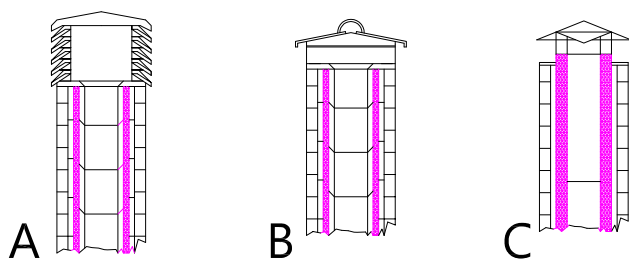

Figura 5
Il comignolo riveste una funzione importante per il buon funzionamento dell'apparecchio riscaldante: si consiglia un comignolo di tipo antivento (A) vedi **Figura 5**.
3. Canna fumaria esterna realizzata esclusivamente con tubi inox isolati cioè con doppia parete minimo $\varnothing 120\text{mm}$: il tutto ben ancorato al muro. Con comignolo antivento (vedi **Figura 5 (tipo A) a pag.7**).